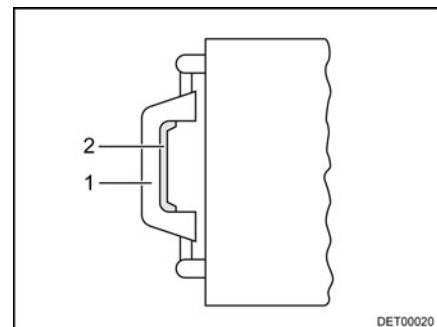

Fig. 39 Lanterneau, poignée
- Appuyer sur le verrou (Fig. 39,2) vers l'intérieur du lanterneau. Pousser le lanterneau simultanément vers le haut par la poignée (Fig. 39,1).
- Tirer fortement le lanterneau vers le bas par les deux poignées (Fig. 39,1) jusqu'à ce que les deux poussoirs s'encliquettent.